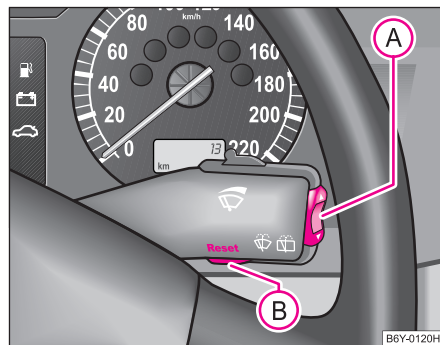

Fig. 7 Indicador multifunción: Elementos de mando
La conmutación de las memorias se efectúa con la tecla (B) ⇒ página 20, fig. 7.
La tecla basculante (A) y la tecla (B) se encuentran en el puño de la palanca del limpiaparabrisas ⇒ fig. 7.
Si desea calcular el consumo medio de combustible para un período de tiempo determinado, deberá borrar la memoria al comenzar la nueva medición con la tecla **(B)** ⇒ página 20, fig. 7. Tras borrarla, en la pantalla aparecerán guiones en los primeros 300 metros recorridos.
En el display aparece el tiempo de marcha desde la última vez que se borró la memoria ⇒ página 19. Si desea contar el tiempo de marcha a partir de un momento determinado, deberá borrar la memoria en ese momento pulsando la tecla **(B)** ⇒ página 20, fig. 7.
En el display aparece el kilometraje recorrido desde la última vez que se borró la memoria ⇒ página 19. Si desea contar el kilometraje recorrido a partir de un momento determinado, deberá borrar la memoria en ese momento pulsando la tecla **(B)** ⇒ página 20, fig. 7.
El display indica la velocidad media en km/h desde la última vez que se borró la memoria ⇒ página 19. Si desea calcular la velocidad media para un período de tiempo determinado, deberá borrar la memoria al comenzar la nueva medición con la tecla **(B)** ⇒ página 20, fig. 7.